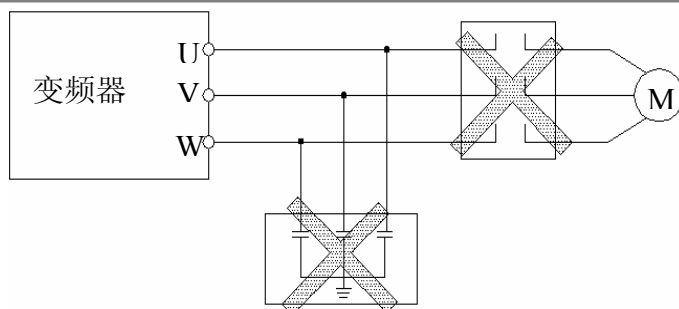

图 3-6 变频器与电机之间禁止使用接触器和吸收电容
- (1) 接线前，确保已完全切断电源 10 分钟以上，否则有触电危险。
- (2) 严禁将电源线与变频器的输出端 U、V、W 连接。
- (3) 变频器本身机内存在漏电流，中大功率变频器整机的漏电流大于 5mA，为保证安全，变频器和电机必须安全接地，接地线一般线径为 3.5mm² 以上铜线，接地电阻小于 10Ω。
- (4) 变频器出厂前已通过耐压试验，用户不可再对变频器进行耐压试验。
- (5) 变频器与电机之间不可加装电磁接触器和吸收电容或其它阻容吸收装置，如图 3-6。
- (6) 为提供输入侧过电流保护和停电维护的方便，变频器应通过中间继电器与电源相连。
- (7) 继电器输入及输出回路的接线(X1~X8、0C1~0C4、FWD、REV)，应选用 0.75mm² 以上的绞合线或屏蔽线，屏蔽层一端悬空另一端与变频器的接地端子 PE 或 E 相连，接线长度小于 20m。